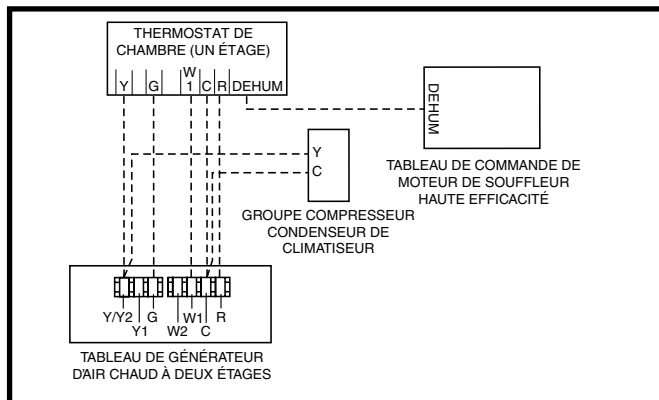
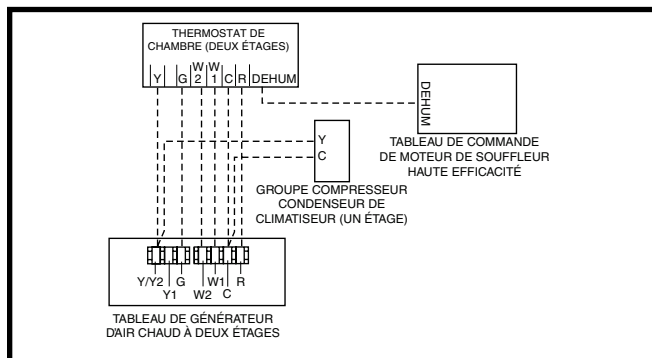
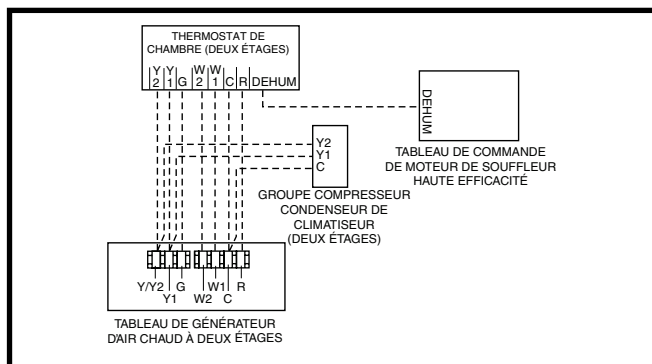

Figure 20. Configuration de câblage 1
Figure 21. Configuration de câblage 2
Figure 22. Configuration de câblage 3
- Brancher la sortie **W** du thermostat à la borne **W1** des tableaux de commande du générateur d'air chaud. Ceci permet au générateur d'air chaud de toujours fonctionner en mode faible puissance. Consulter la Figure 20.
Cette option utilise l'ensemble des capacités de chauffage à deux étages du générateur d'air chaud avec un conditionneur extérieur à un étage. Consulter la Figure 21.
Cette option utilise l'ensemble des capacités de chauffage à deux étages du générateur d'air chaud avec un conditionneur extérieur à deux étages. Consulter la Figure 22.
La fonction d'autorégulation permet l'utilisation d'un thermostat à un étage tout en profitant de certains des avantages du fonctionnement d'un générateur d'air chaud à deux étages. Si l'autorégulation est activée, le générateur d'air chaud passe au feu **DOUX** après avoir initialement démarré au feu **ÉLEVÉ**. Après une période de 10 minutes, le générateur d'air chaud passe au feu **ÉLEVÉ**, jusqu'à ce que la charge calorifique soit atteinte. Consulter la Figure 20 et la section Branchement basse tension à la page 22.
- ✓ Vérifier que tous les fils de thermostat nécessaires sont bien branchés aux fils appropriés de la plaque à bornes de la carte à circuits imprimés. Consulter les Figure 20 \(page 22\), Figure 21 \(page 22\) et Figure 22 \(page 22\).
Les ordres de fonctionnement des modes de chauffage, de refroidissement et de ventilation sont décrits ci-dessous. Vérifier les schémas de câblage d'excitation et de câblage du générateur d'air chaud : Figure 19 (page 21), Figure 20 (page 22), Figure 21 (page 22), Figure 22 (page 22) Figure 30 (page 32), et Figure 31 (page 33).